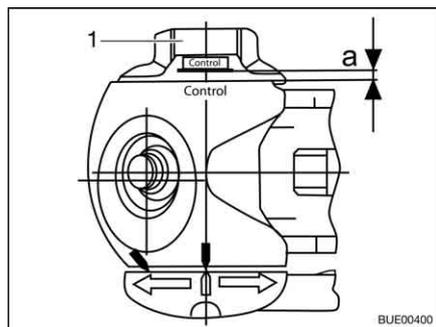

Fig. 206 Control de desgaste
- Girar la ruedecilla (Fig. 206,1) hasta comprobar que la limitación de par emita un sonido audible. Dirección de giro: En sentido de las agujas del reloj.
- Distancia $a > 0$ (Fig. 206): Desgaste dentro del margen permitido.